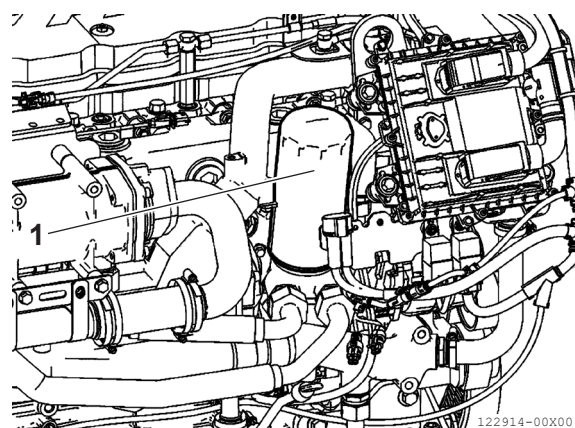

Figura 8
- Posizionare un contenitore sotto il supporto del filtro (**Figura 8, (1)**) per raccogliere l'olio esausto.